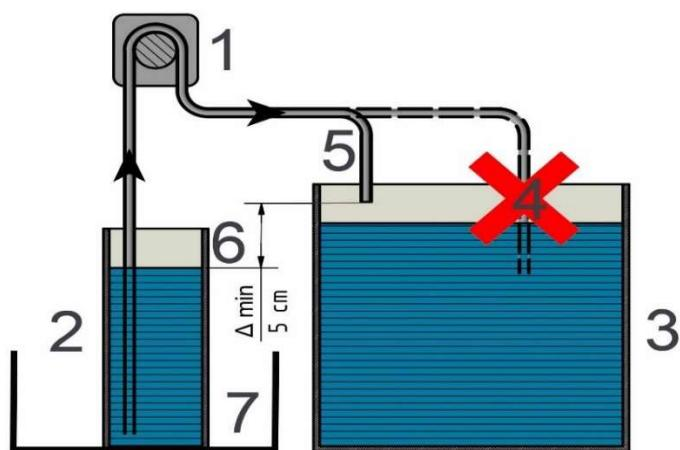

Fig. 1: Veiligheidsinstructies:
De doseerpompen (1) zijn zelf aanzuigend en moeten geïnstalleerd worden vlgs Fig. 1. Dit is de enige manier om volledig leeg geraken van de container te voorkomen (2). Het is aanbevolen om de slangjes zo kort mogelijk te houden (water hoogte max. 2 m = 0.2 bar). Maar de slang aan de aanzuigkant moet volledig tot de bodem van de container (2) komen. Om terugstromen te voorkomen mag de doseerslang niet in het aquariumwater hangen (4). Het water niveau in de container (6) moet altijd onder het uiteinde van de doseerslang komen (5). Het water niveau in het filter/aquarium is niet belangrijk m.b.t. deze instructies.